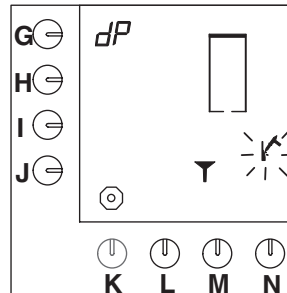

Fig. 23 Varmvattensystemet ber om
- En signal hörs, hammarsymbolen blinkar och en tratt visas på displayen (fig. 23 ).